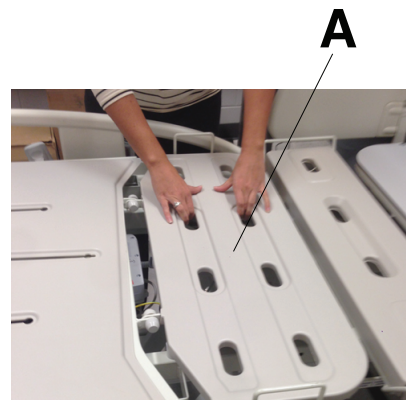

Figura 3 – Scoaterea husei suportului pentru coapse
1. Scoateți husa suportului pentru coapse (A) (Figura 3).